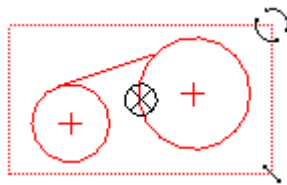
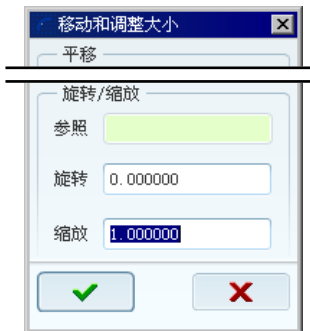

图 4.6.7 图元操作图
图 4.6.8 “移动和调整大小”对话框
Step3. 选取要打开的文件（s2d0001.sec）并单击  按钮，在绘图区单击一点以确定草图放置的位置，该截面便显示在图形区中（如图 4.6.7 所示），同时系统弹出“移动和调整大小”对话框（如图 4.6.8 所示）。